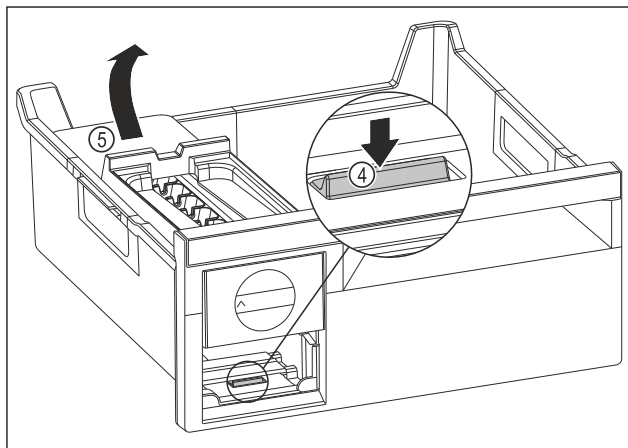

Fig. 144
- ▶ Извлеките корпус EasyTwist-Ice: Надавите пальцем вниз на накладку Fig. 144 (4) и одновременно другой рукой поднимите корпус EasyTwist-Ice Fig. 144 (5) сзади.